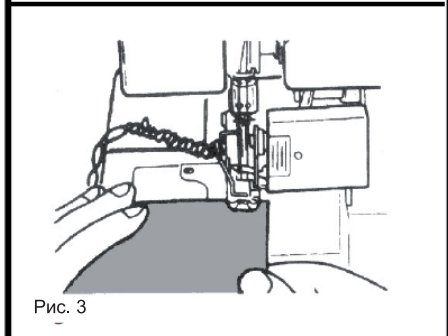

Рис. 3
5. Поместите лоскут материала под прижимную лапку и прошейте пробный образец (Рис. 3).